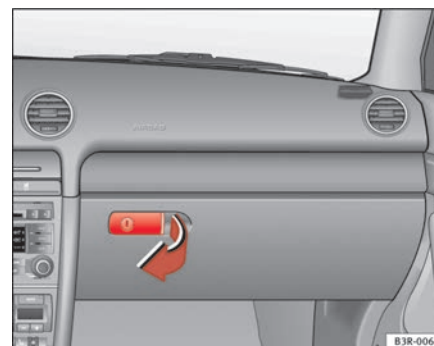

Fig. 137 Porta-luvas
- Puxe o punho da tampa no sentido da seta ⇒ fig. 137 e abra a tampa para baixo. ►
- Abra o porta-luvas ⇒ página 163, fig. 137.